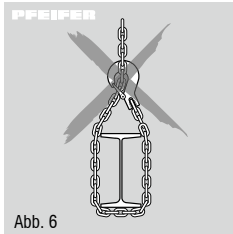

Abb. 6
- Die Lastkette darf nicht als Anschlagkette (Schlingkette) verwendet werden, (Abb. 6) oder über scharfe Kanten gezogen werden.